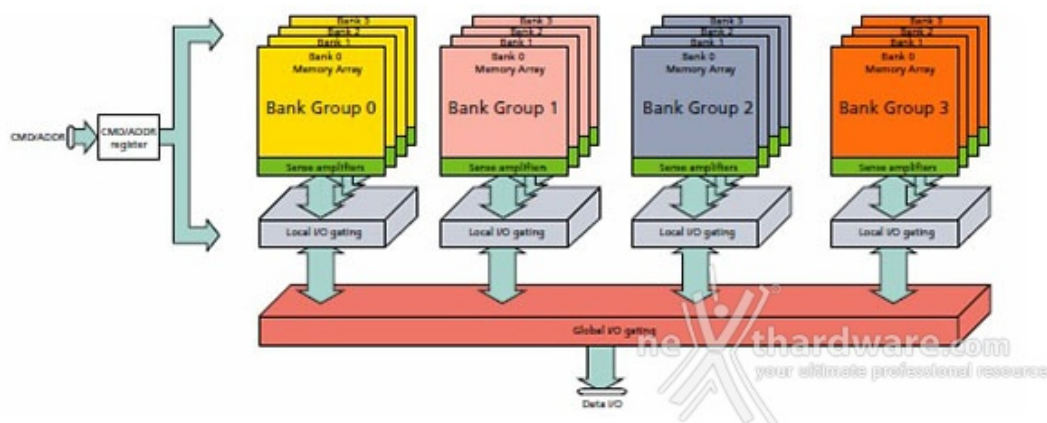

Fig.3 Raggruppamento dei banche - Config. X4 e X8
- ↔ x4/x8: quattro gruppi di banche, ognuno formato da quattro ulteriori banche (Fig.3);